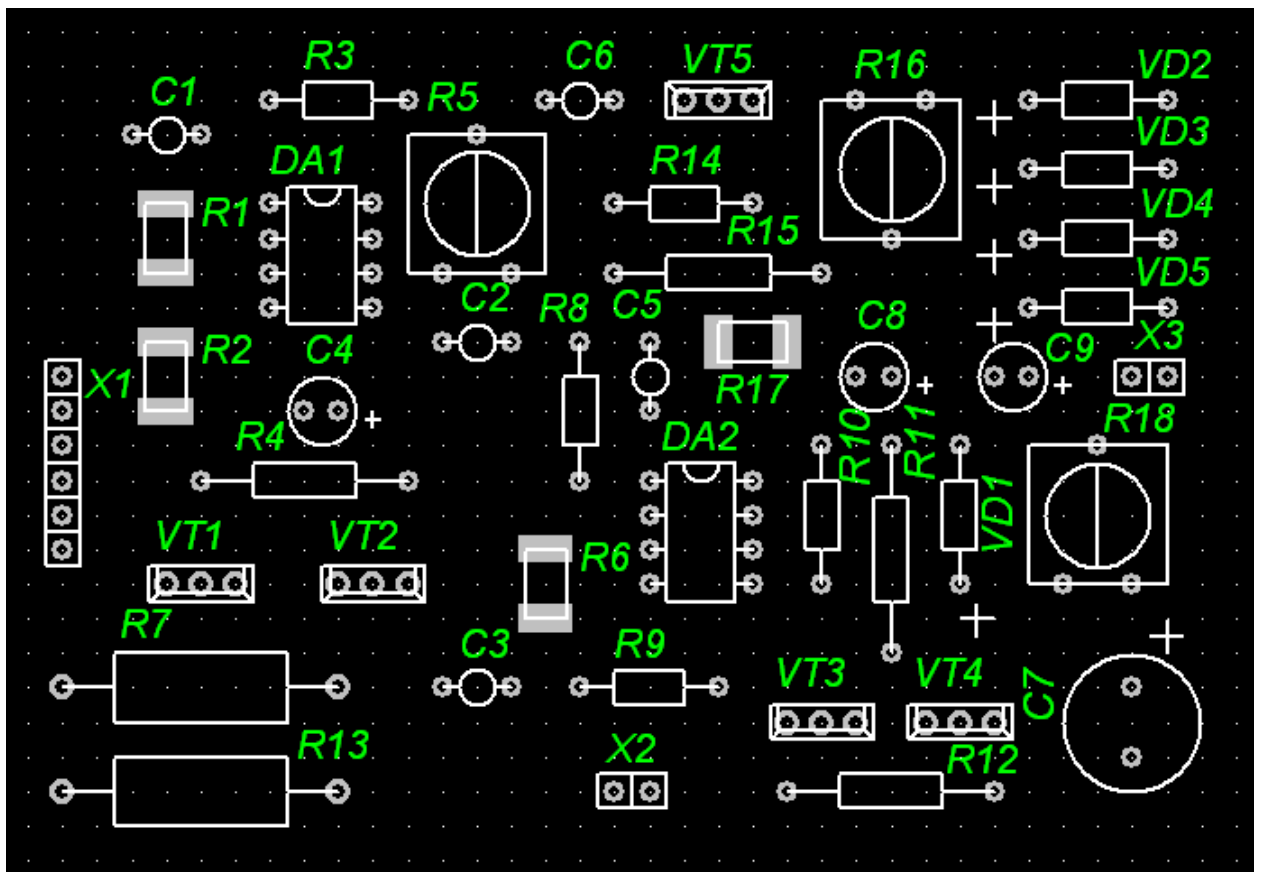

Рис. 6 Размещение элементов на плате
- 4.8 Расположение элементов для рассматриваемого примера изображено на рис. 6.